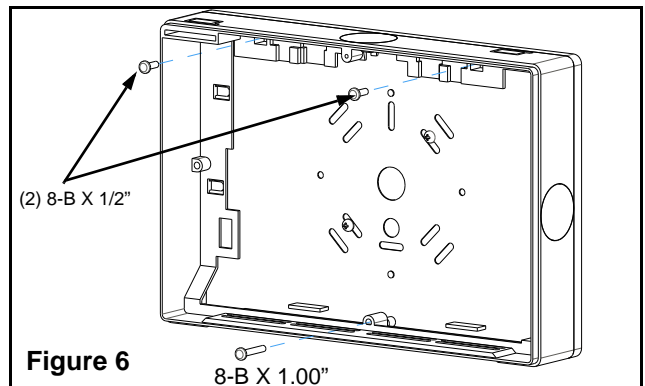

Figure 6
8. Fixer le boîtier à la plaque arrière en utilisant les 3 vis fournies. Voir figure 6 pour la grandeur de vis et leur emplacement.